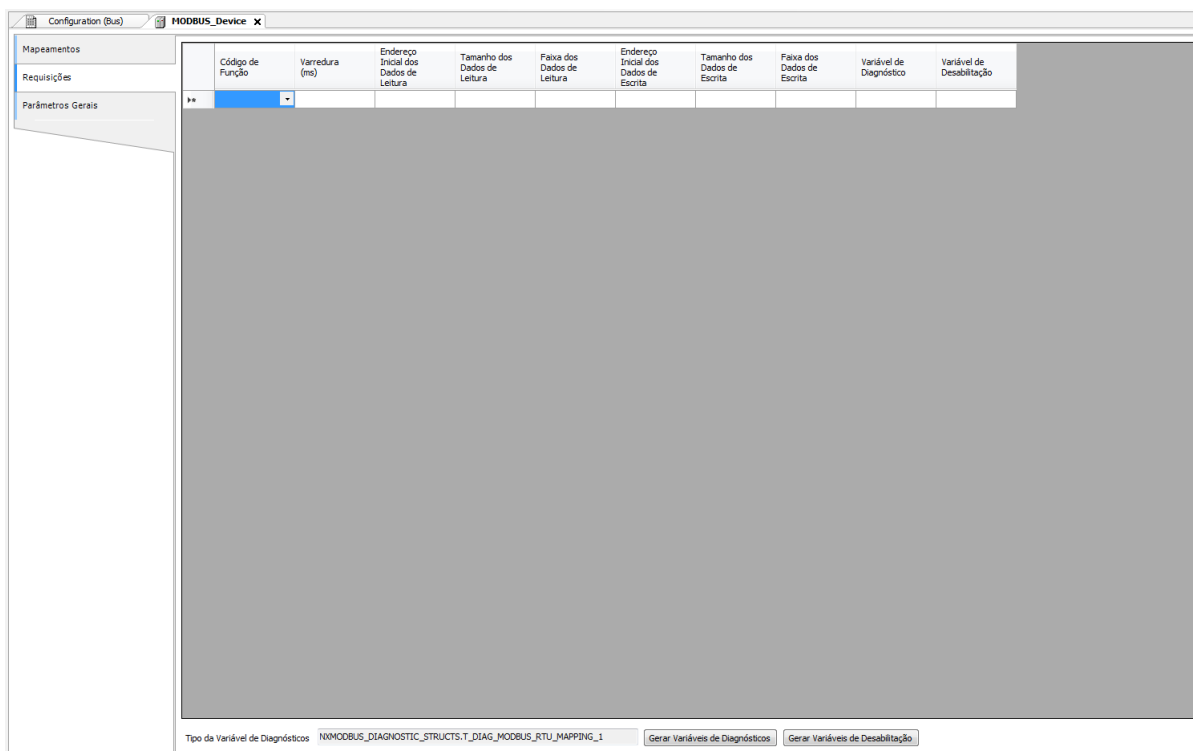

Figura 52: Tela de Requisições de dados MODBUS Mestre
- Adicionar e configurar as requisições MODBUS como apresentado na Figura 52, especificando a função, o tempo de varredura da requisição, o endereço inicial (leitura/escrita), o tamanho dos dados (Leitura/Escrita) e gerar as variáveis de diagnóstico e desabilitação das requisições através dos botões na parte inferior da janela.